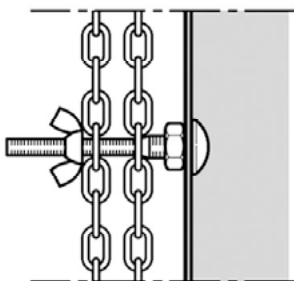

Рисунок 9
- Во избежание защемления цепи ручного управления при движении ворот, а также, чтобы не создавать помех движению людей и оборудования, нижняя часть цепи должна быть зафиксирована (рис. 9) на высоте ~1,5 м.